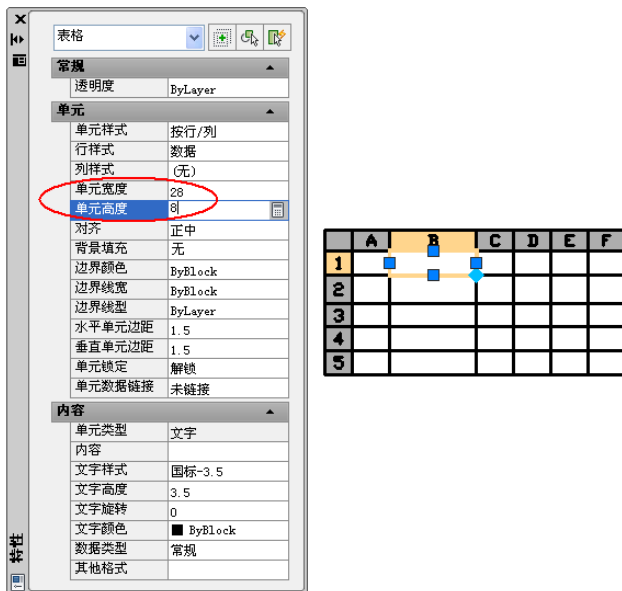

图 7-36 设置指定单元的宽度和高度
(11) 可以暂时不在表格中输入相关的文本。直接在“文字格式”工具栏中单击“确定”按钮，或者在功能区的面板中单击“关闭文字编辑器”按钮 。
(12) 单击“特性”按钮 ，或者从菜单栏的“修改”菜单中选择“特性”命令，打开“特性”选项板。在表格第一行中的第二列单元格中单击，然后在“特性”选项板中将该单元宽度设置为 28，单元高度为 8，如图 7-36 所示。